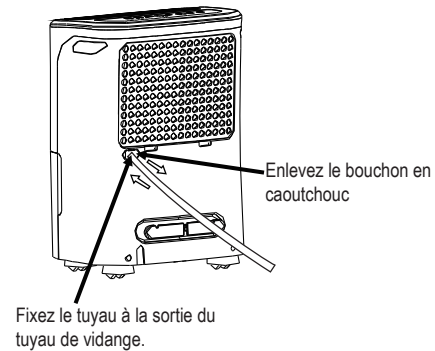

Fig.7
- Retirez le bouchon en caoutchouc de la sortie du tuyau de décharge arrière. Fixez un tuyau de vidange (ID=13,5 mm) et l'amenez au siphon de sol ou à une installation de drainage appropriée (voir la Figure 7).